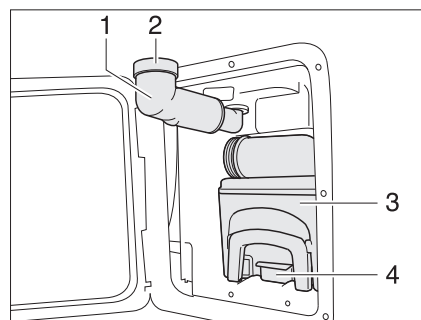

Fig. 155 Cassette Thetford
- Girar hacia fuera el tubo de llenado de agua potable (Fig. 155,1).
- Retirar la tapa roscada (Fig. 155,2).